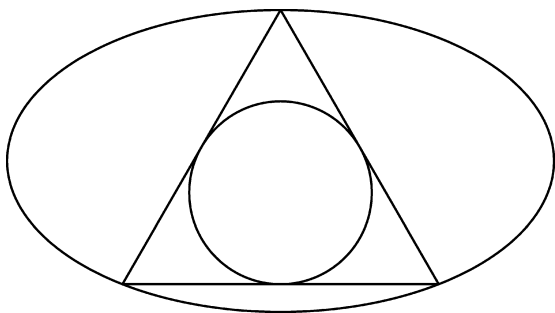

图 3-33 习题 4 图
4. 在椭圆中绘制一个三角形，三角形的三个顶点分别为：椭圆上四分点、椭圆左下四分之一椭圆弧的中点以及椭圆右下四分之一椭圆弧的中点；绘制三角形的内切圆，完成后的图形参照图 3-33 所示。